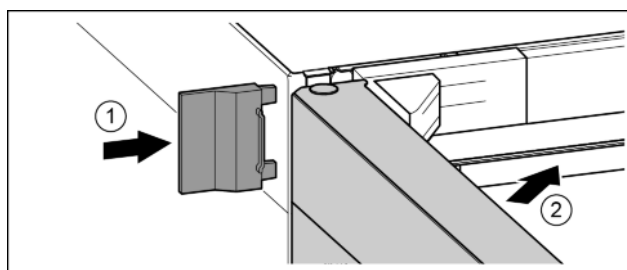

Fig. 18
- ▶ Надвинуть внешнюю крышку. Fig. 18 (1)
- ▶ Закрыть верхнюю дверь. Fig. 18 (2)